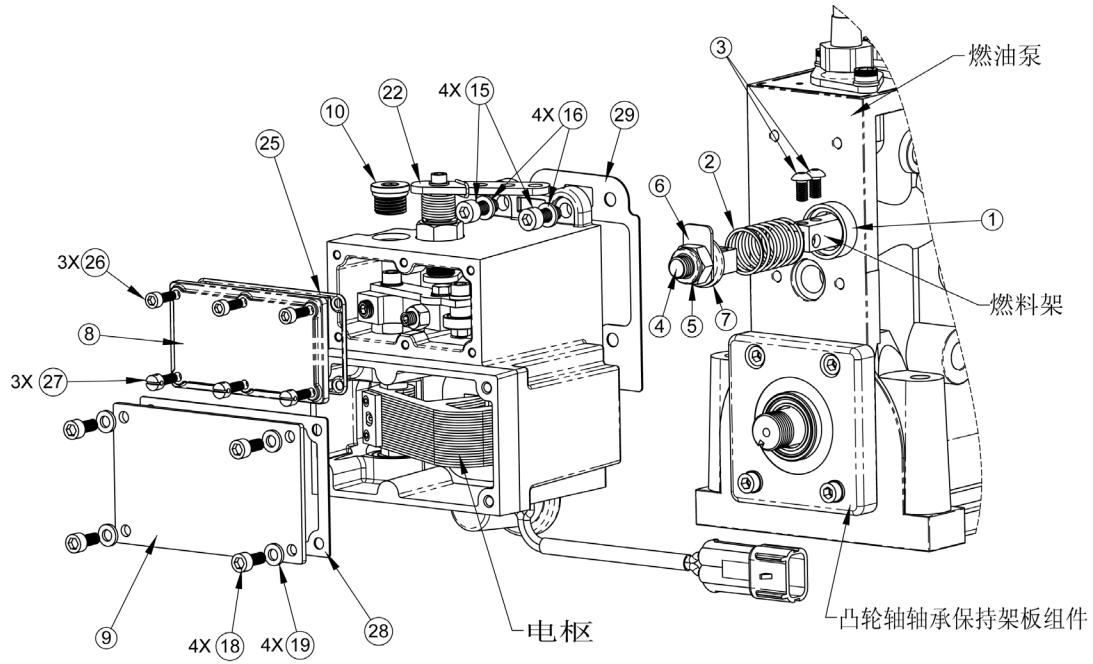

图 1-1
1. 穿置弹簧顶座（1）于燃料推拉架上，并推其滑入拉架入油泵内（见图1-1）；再穿置拉架反回弹簧。（2）于拉架杆上，推其顶住弹簧顶座。将推拉架连接装配（4，5，6，7）用两颗M5x10毫米的螺钉固定。（3）抹上锁定胶，用3-4牛顿-米（NM）扭力矩上紧。